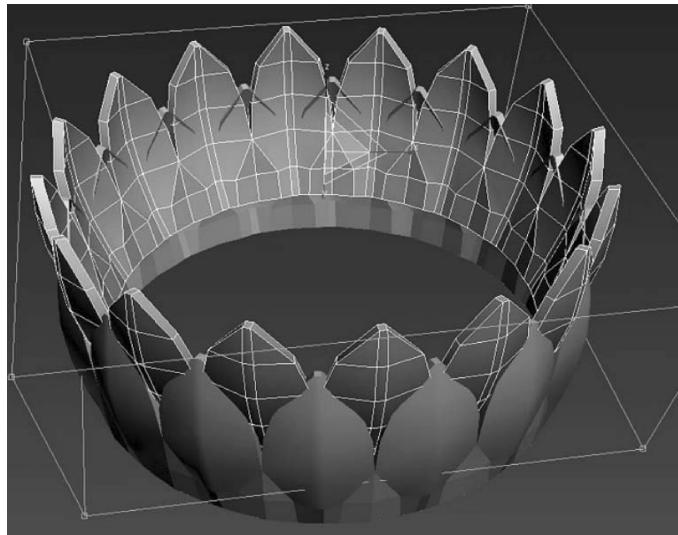

图 4-47 执行“缩放”命令
2) 执行“缩放”命令，调整“复制”命令所得实体，将“菠萝圈”底部向中心靠拢，顶部往外扩，如图 4-47 所示。